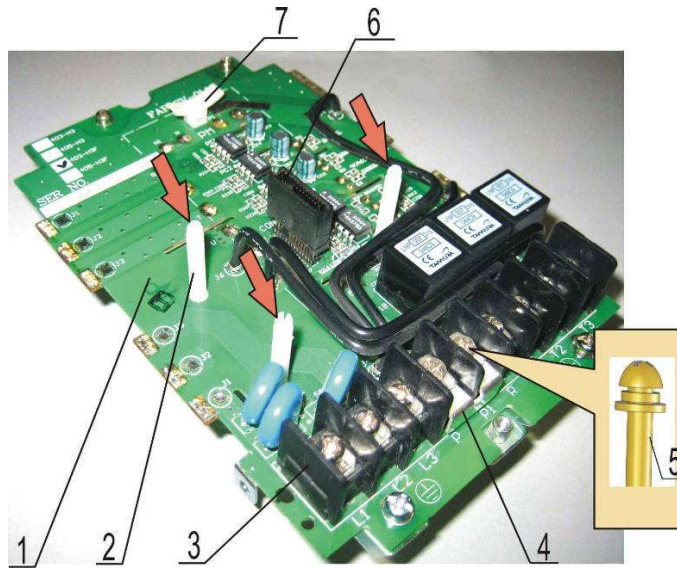
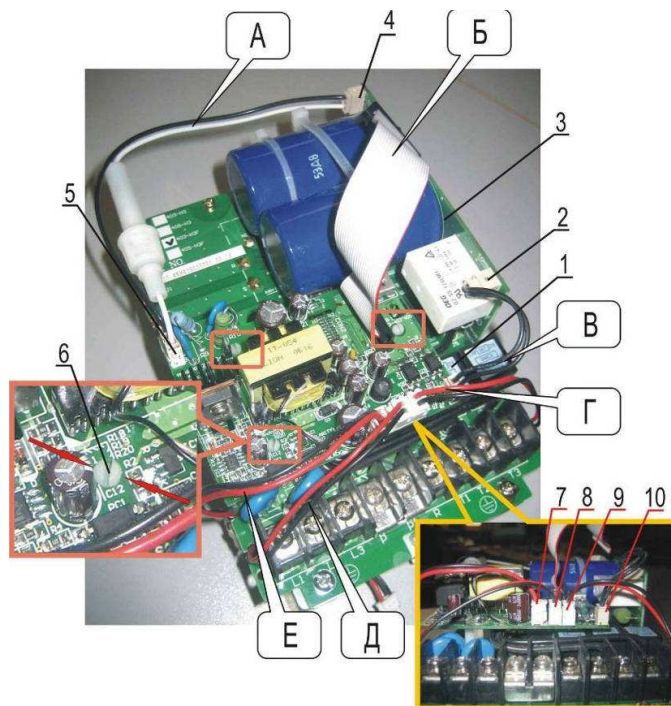

Рис. 7.7
Рис. 7.10
7.2.3. Установить три пластмассовых стойки (1) и держатель конденсатора (7) в отверстия платы драйверов (2), приложив к ним усилие до щелчка фиксаторов (рис. 7.7).
7.2.7. Установить перемычку (4) на клеммник (3), прикрутить ее двумя винтами (5) (рис. 7.7).
7.5.1. Установить плату питания над платой драйверов (рис.7.10), при этом часть разъёма CON2 с обратной стороны платы питания должна войти в ответную часть разъёма CON1 на плате драйверов (поз. 6 на рис. 7.7), а фиксаторы трех пластмассовых стоек на плате драйверов (поз. 2 на рис. 7.7) должны войти в ответные отверстия платы питания для крепления.
7.5.2. Соединить разъемы (4) и (5) провода питания 540 В с предохранителем (А) (рис. 7.10).
7.5.3. Соединить разъем шлейфа ЦП (Б) на плате питания (1) (рис. 7.10).
7.5.4. Соединить разъемы (8) и (9) проводов питания вентиляторов (Г) и (Д) (рис. 7.10).
7.5.5. Соединить разъем (7) провода питания платы ЦП (Е) (рис. 7.10).
Д, Г – провода питания вентиляторов (см. рис. 7.10)
- 1 – шлейф ЦП (см. рис. 7.10);
- 2 – провод питания платы ЦП (см. рис. 7.10);
- 4 – разъем шлейфа ЦП (Б) (см. рис. 7.10);
- 5 – разъем провода питания платы ЦП (Е) (см. рис. 7.10);